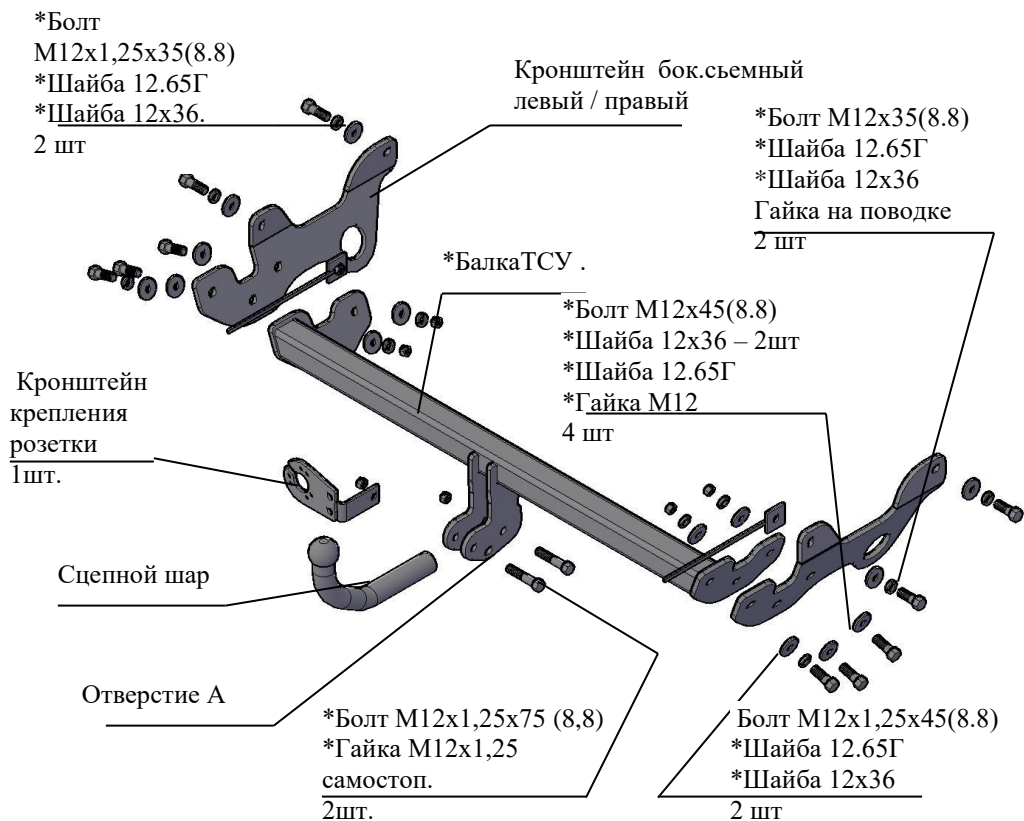

Рис.1 Тягово-сцепное устройство 8600
2.1 ТСУ 8600 в сборе (рис.1)	1 шт.
2.2 Пакет с комплектующими (см. рис.1)	1 шт.
4.2 Закрепить боковые съемные кронштейны ТСУ левый и правый к лонжеронам а/м (в соответствии с рис.1) : к передним отверстиям (по ходу а/м) болтами М12х1,25х35 (гайки приварные штатные), подложив под головки болтов шайбы 12.65Г и шайбы 12х36, а к задним – болтами М12х35, используя гайки на поводке (гайки на поводке вставить в отверстия в горизонтальной полке лонжерона), подложив под головки болтов, шайбы 12.65Г и шайбы 12х36. Крепеж не затягивать.